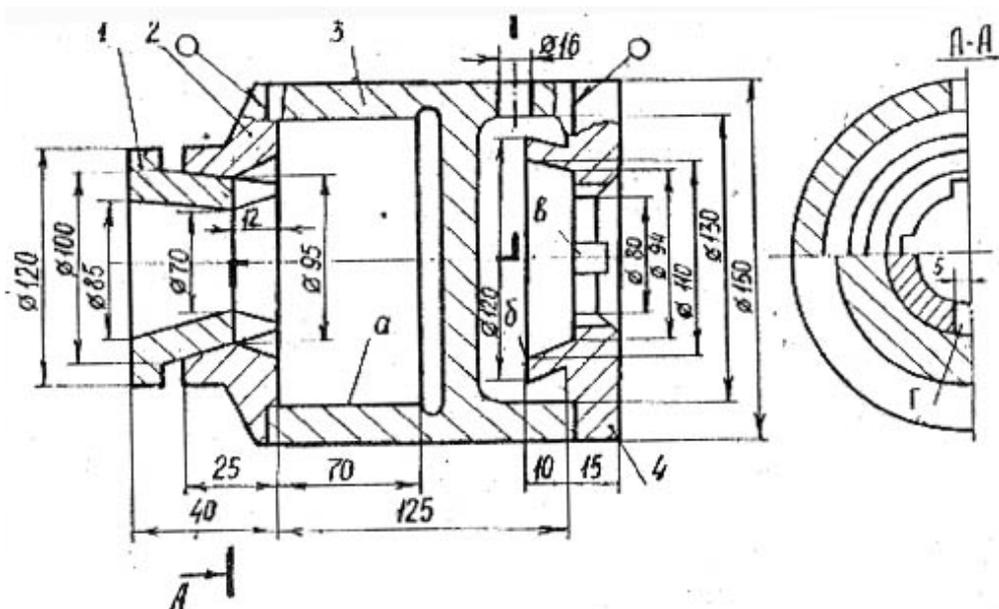

Рис. 12. Учебный узел 12
*Рис. 12.* Получить литьем заготовку детали 3 (материал сталь 40, производство единичное), припуски нанести на торцевые поверхности и внутренние поверхности диаметром 130 мм. Заготовку детали 2 (материал сталь 40, производство массовое) изготовить горячей объемной штамповкой, припуски нанести на все поверхности. Обработать резанием поверхность "а" (шероховатость 2,5), отверстие диаметром 16 мм детали 3. Сварить детали 2 и 3 (производство единичное).
*Рис. 12.* Изготовить литьем заготовку детали 4 (материал сталь 40Л, производство массовое), припуски нанести на все поверхности. Заготовку детали 1 (материал бронза, производство массовое) получить горячей объемной штамповкой, припуски нанести на все поверхности. Обработать резанием поверхности "б", шлицы "в" детали 4 и паз "з" детали 1. Сварить детали 3 и 4 (производство единичное).